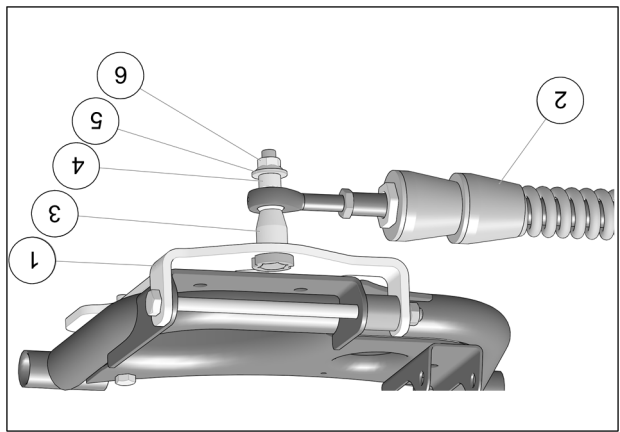

Fig. 11
10. Fixer le bras stabilisateur (2) à l'ancrage de suspension (1) à l'aide de l'espacer long (3), l'espacer court (4), de la rondelle (5) et de l'écrou autobloquant (6). Serrer à un couple de 70 N•m [52 lb•pi]. Voir la Fig. 11